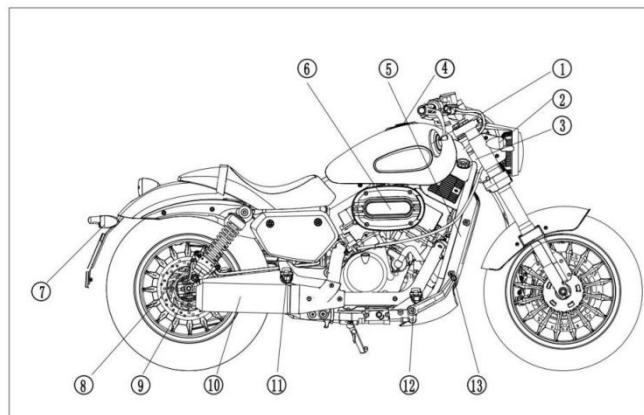
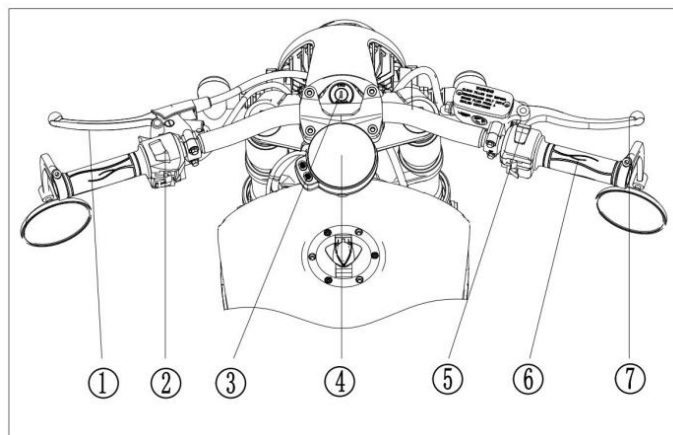

Fig.2
Fig.3
2. (Fig.2)
- ① Espejo retrovisor derecho
- ② Luz intermitente delantera derecha
- ③ VIN
- ④ Tapa del depósito
- ⑤ Placa de identificación
- ⑥ Filtro de aire
- ⑦ Luz intermitente trasera derecha
- ⑧ Pinza de frenos trasera
- ⑨ Suspensión trasera
- ⑩ Silenciador de escape
- ⑪ Pedal trasero derecho
- ⑫ Pedal delantero derecho
- ⑬ Pedal de freno
3. (Fig.3)
- ① Maneta de embrague
- ② Combinación de interruptores izquierda
- ③ Llave de contacto
- ④ Panel de instrumentos
- ⑤ Combinación de interruptores derecha
- ⑥ Puño del acelerador
- ⑦ Maneta del freno delantero